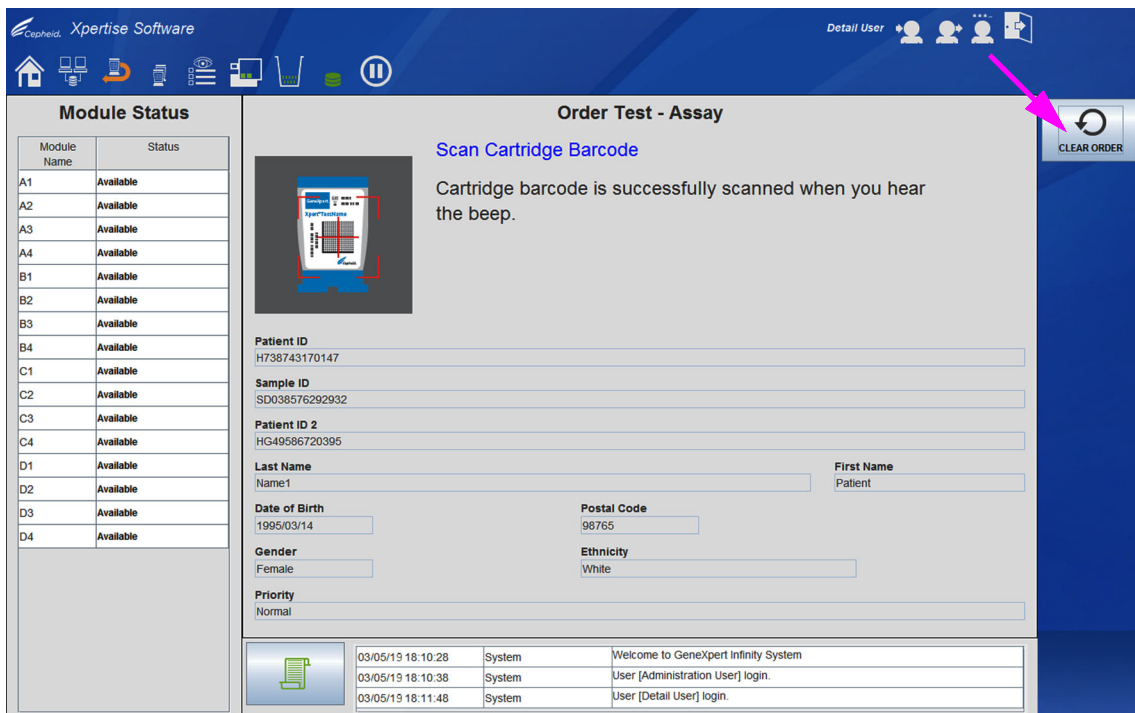
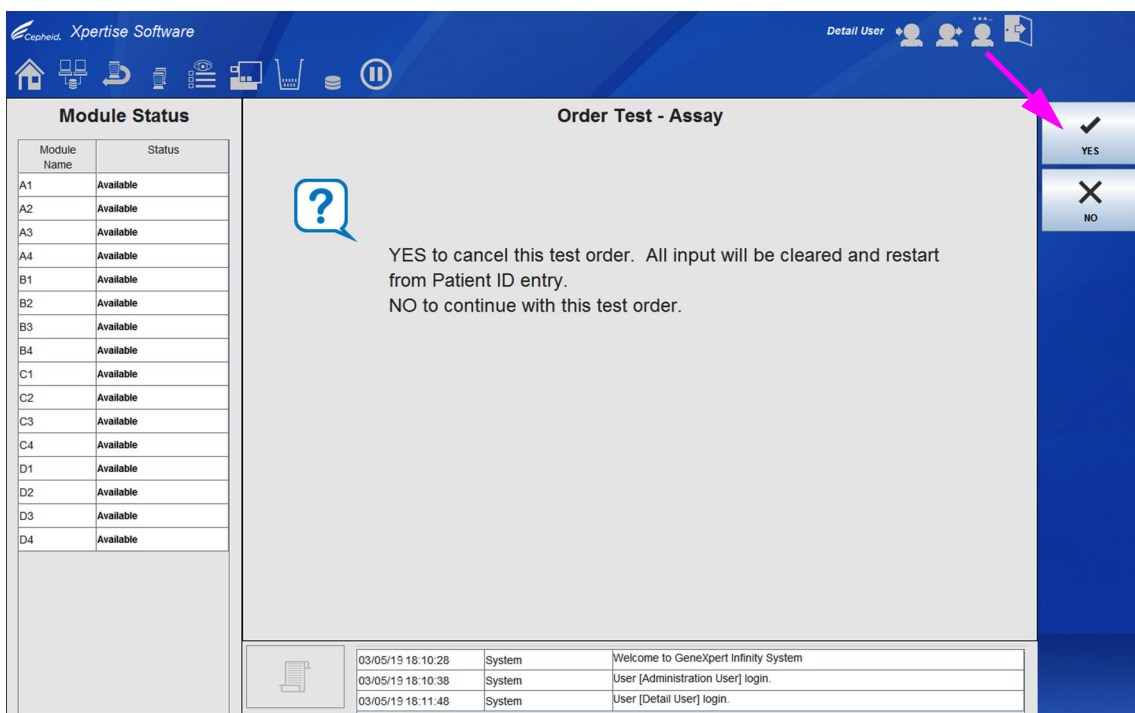

Figura 5-88. Área de trabalho Order Test (Pedir teste) – Assay (Ensaio) – Scan Cartridge Barcode (Ler código de barras do cartucho)
Figura 5-89. Confirmação da área de trabalho Order Test (Pedir teste) – Assay (Ensaio)
Em alguns casos, poderá ser necessário limpar um pedido de teste depois do processo de pedido de teste automatizado ter sido iniciado. Cada uma das áreas de trabalho de pedido de teste tem um botão **CLEAR ORDER (LIMPAR PEDIDO)**, exceto a área de trabalho do primeiro pedido que tem um botão **END ORDER TEST (TERMINAR PEDIDO DE TESTE)**. Para limpar um pedido de teste, seleccione o botão **END ORDER TEST (TERMINAR PEDIDO DE TESTE)** ou o **CLEAR ORDER (LIMPAR PEDIDO)** em qualquer uma destas áreas de trabalho. Consulte a Figura 5-88 para ver um exemplo do botão **CLEAR ORDER (LIMPAR PEDIDO)**.
1. Em qualquer área de trabalho de pedido de teste automatizado, seleccione o botão **CLEAR ORDER (LIMPAR PEDIDO)** (ver Figura 5-88). Será apresentada uma área de trabalho de confirmação para garantir que o teste deve ser cancelado. Ver Figura 5-89.
2. Seleccione o botão **YES (SIM)** para cancelar o pedido de teste (ver Figura 5-89). Será apresentada a área de trabalho de pedido de teste inicial. Ver Figura 5-61. Seleccione o botão **NO (NÃO)** para prosseguir com a entrada de pedido de teste automatizado.